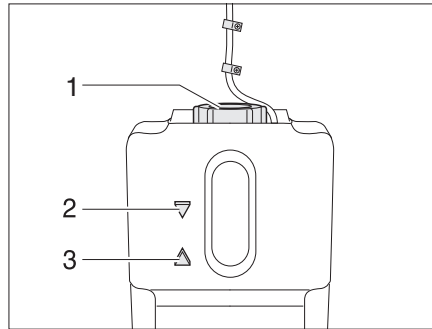

Bild 365 Ausgleichsbehälter Warmwasser-Heizung
- Prüfen, ob am Ausgleichsbehälter (Bild 365) die Flüssigkeit zwischen der Markierung "MIN" (Bild 365,3) und "MAX" (Bild 365,2) steht.
- Am Ausgleichsbehälter den Drehverschluss (Bild 365,1) aufdrehen.